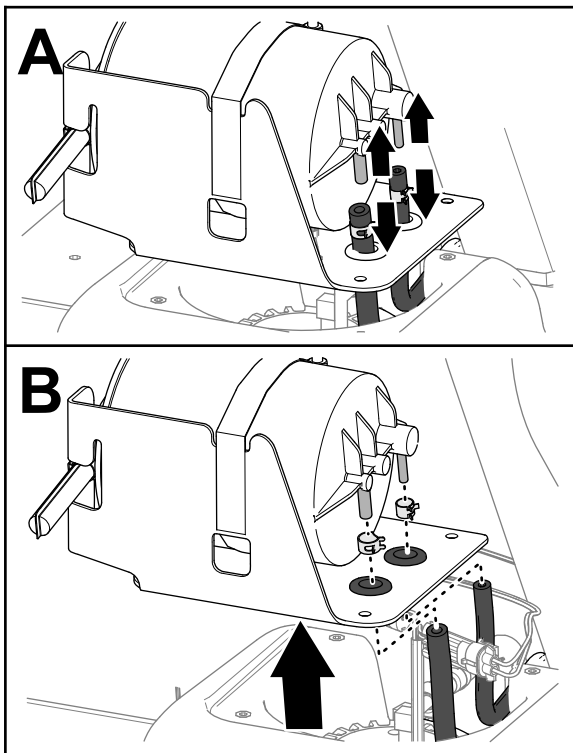

Bild 82
4. Schließen Sie die Schläuche vom Anschlussstück ab (**Bild 82**).
5. Nehmen Sie die Schlauchklemmen von den Schläuchen ab (**Bild 82**).
6. Nehmen Sie Aktivkohlefilter vom Kraftstofftank ab (**Bild 82**).